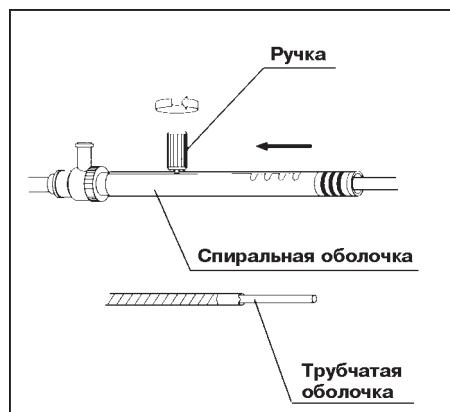

Рис. 3.8.
- 2.** Освободите ручку спиральной (проволочной) оболочки, поворачивая её по часовой стрелке, затем переместите ручку в проксимальном направлении до упора, как показано на рис. 3.8. Для фиксации скользящего участка затяните ручку, поворачивая её против часовой стрелки.